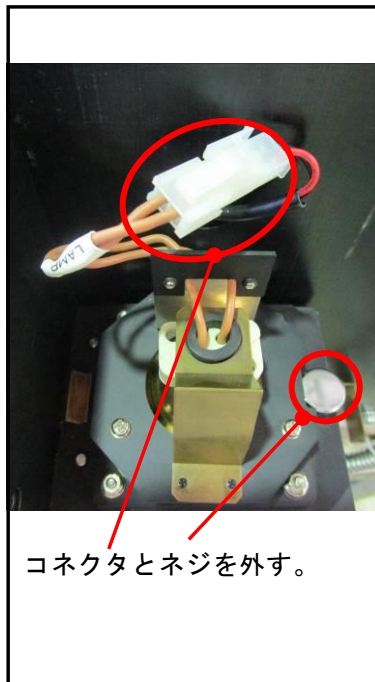

図2. 測定用ランプ
- (3) 測定用ランプのコネクタとネジを外します（図2）。